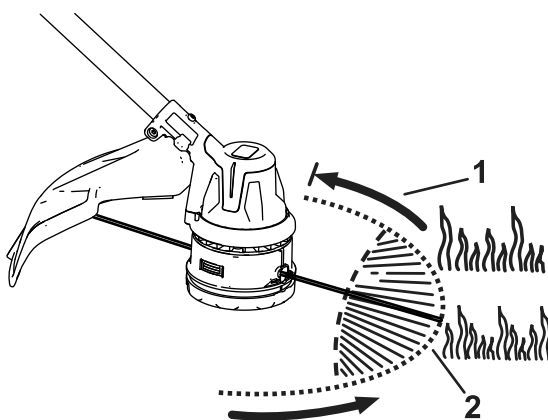

Figur 13
1. Tryck in spännets sidor (A i Figur 13).
2. Låt spännet kopplas bort (B i Figur 13).